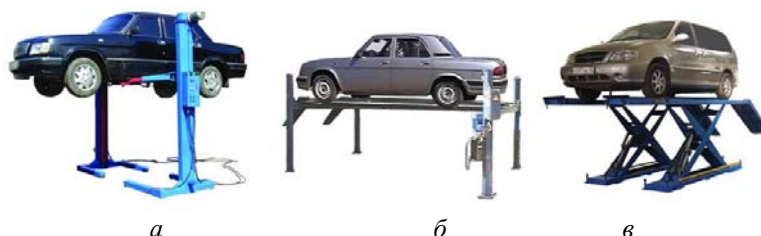

Рис. 1. Автоподъемники: а – двухстоечный; б – четырехстоечный; в – ножничный.
– Двухстоечный автоподъемник (рис. 1а) – самая популярная модель в автосервисах. Используется в основном для работы с легковыми автомобилями.
– Четырехстоечный автоподъемник (Рис. 1б) – предназначен для обслуживания грузовых транспортных средств, внедорожников и микроавтобусов. Высокая грузоподъемность устройства позволяет использовать его для работы с автомобилями с непропорциональным распределением веса по осям.
– Ножничный подъемник (Рис. 1в) – компактное устройство, которое работает при помощи гидравлического привода. Поскольку механизм подъема располагается под автомобилем, это затрудняет работу с нижней частью транспортного средства [2].